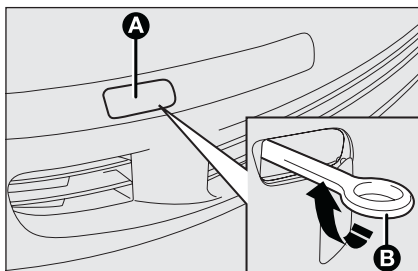
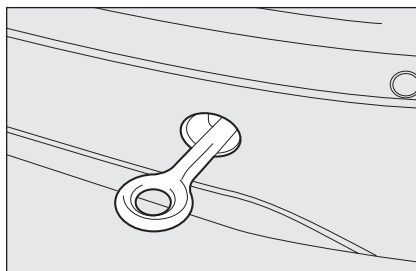

fig. 48
fig. 49
- avvitare a fondo l'anello sul perno filettato posteriore **fig. 48** od anteriore **fig. 49**.